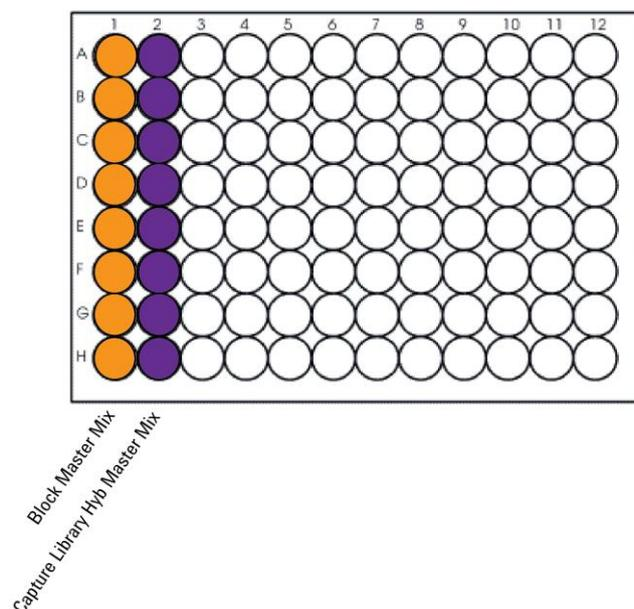

図 14 Eppendorf twin.tec master mix source plate の配置
9. Step 8 と 9 で調製したマスターミックスを **Eppendorf twin.tec プレート** にいれハイブリダイゼーションマスターミックスソースプレートを **室温** で調製します。表 71 に従い、各マスターミックスを指定された Eppendorf twin.tec プレートのカラムの各ウェルに加えます。1 回のランで複数のキャプチャライブラリを使用する場合は、Capture Library マスターミックスを Eppendorf twin.tec プレートの適切な row に加えてください。マスターミックスソースプレートは最終的な配置を図 14 に示します。